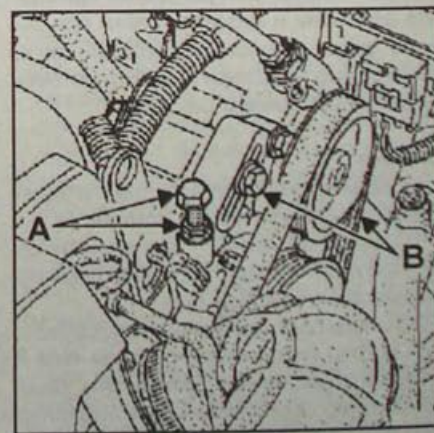

Рис. 9.22. Расположение болта с контргайкой (А) натяжителя ремня и болтов (В) крепления насоса
- Ослабьте болт с контргайкой натяжителя ремня (рис. 9.22).